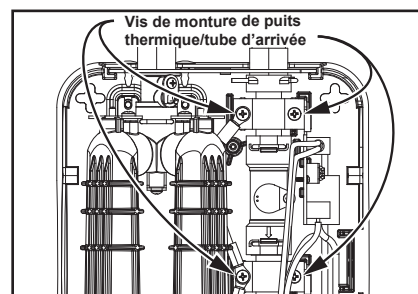

Figure 31 - Vis de montage de puits thermique/tube d'arrivée.
**7** Trouver les quatre vis de fixation des montures de puits thermique/tube d'arrivée. À l'aide d'un tournevis Phillips, retirer les quatre vis et placer les montures sur le côté. L'ensemble peut à présent bouger librement. Voir Figure 31.